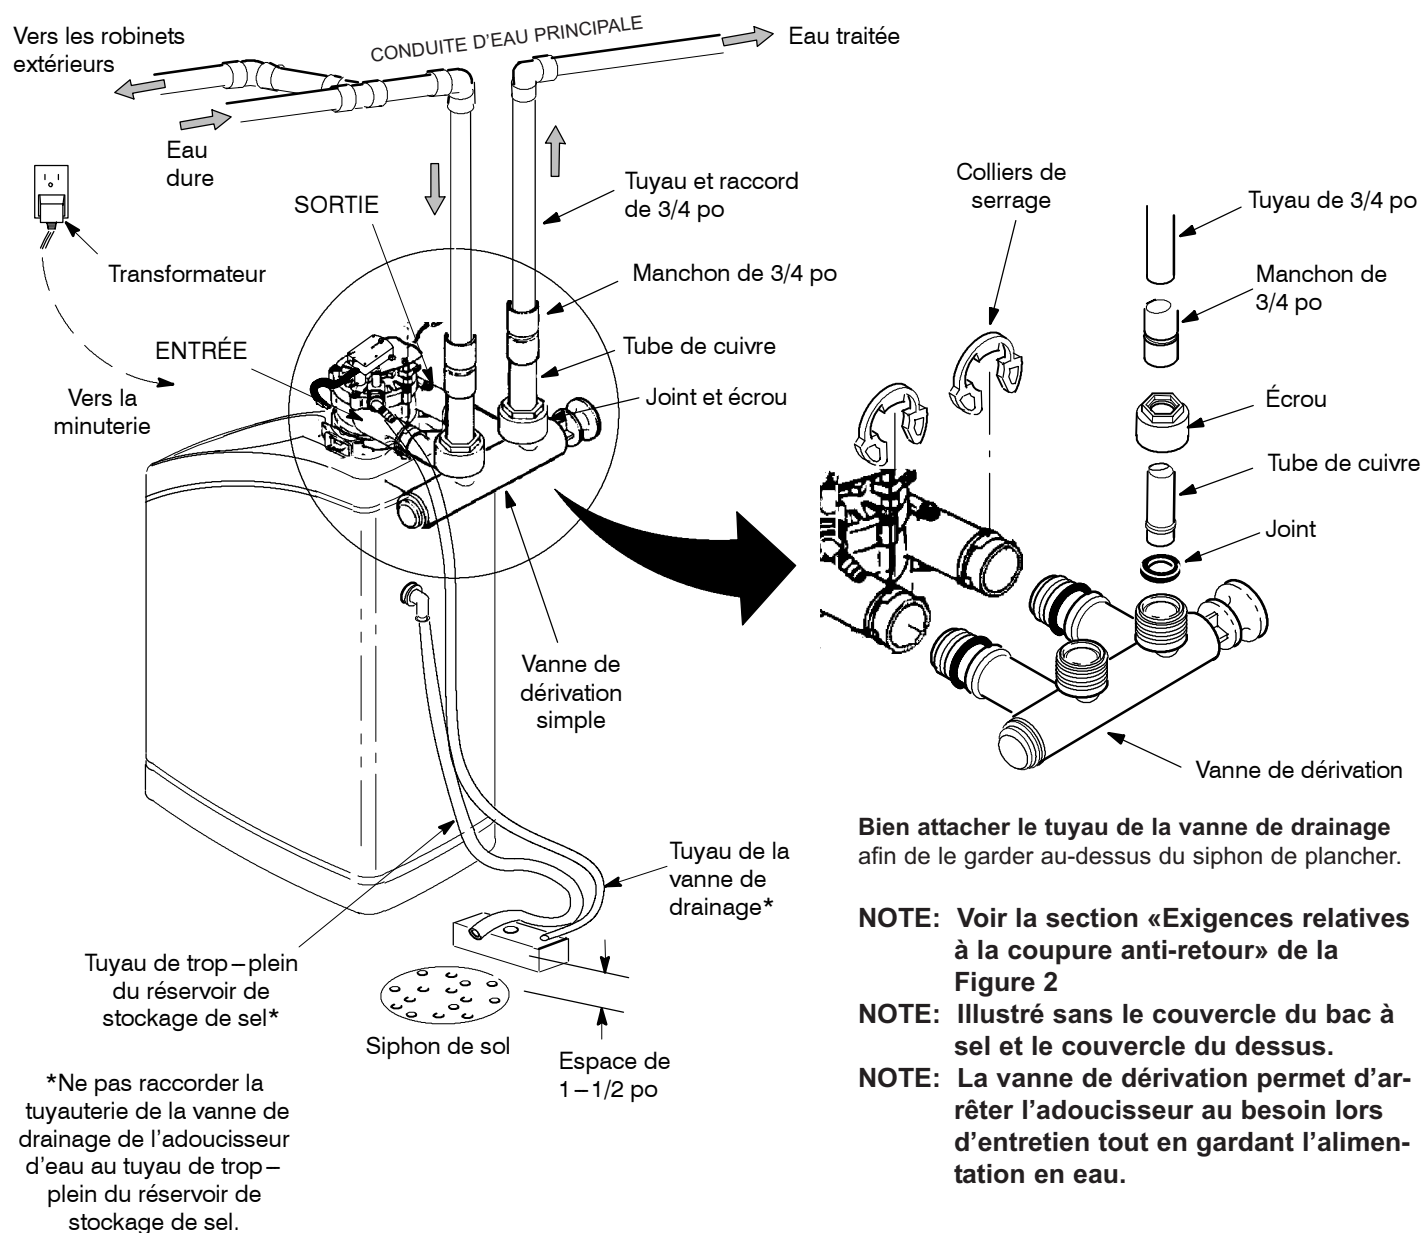

Figure 2
AVERTISSEMENT : Le tuyau d'eau froide de la maison (en métal seulement) est souvent utilisé comme mise à la terre pour le système électrique résidentiel. L'installation de type dérivation à 3 vannes, illustrée à la Figure 2, maintient la mise à la terre de façon continue. Si vous utilisez des robinets de dérivation en plastique, la continuité est rompue. Pour rétablir la mise à la terre, effectuer une des deux étapes suivantes.
2. Acheminer le tuyau au siphon de plancher, tel qu'illustré à la Figure 2. Fixer le tuyau de drainage afin d'éviter un effet de fouet lors du cycle de régénération. **S'assurer de fournir une coupure anti-retour d'au moins de 1-1/2 po.**
1. Raccorder un tuyau de drainage de 3/8 po de diamètre intérieur au coude de trop-plein du réservoir de stockage de sel et le fixer en place à l'aide d'un collier de serrage, tel qu'illustré à la Figure 2).